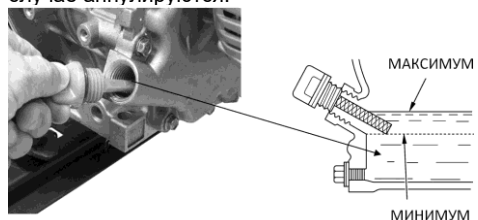

Рис.17
ЗАМЕНА МОТОРНОГО МАСЛА (рис.17)
11. Открутите крышку/щуп картера (рис.11, рис.17).
12. Открутите пробку для слива масла (рис.1) и слейте масло в специальную емкость (рис.17)